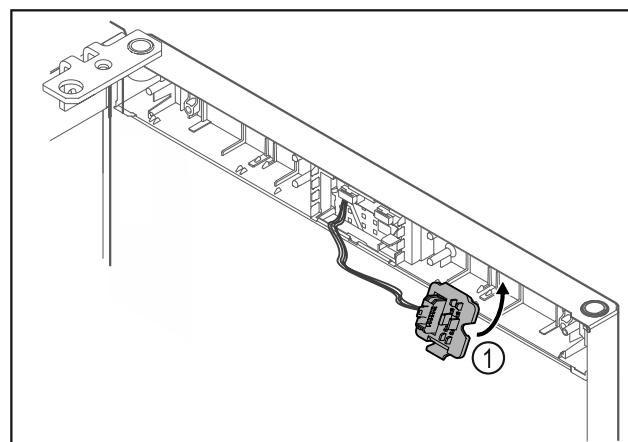

Fig. 24
- Κουμπώστε το στήριγμα του φις Fig. 24 (1) στην απέναντι πλευρά.